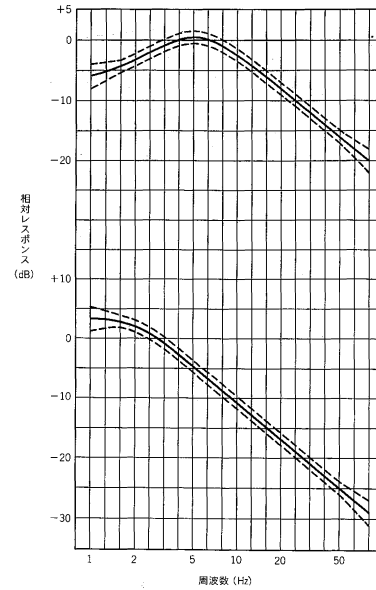

図1. 振動レベル計の鉛直特性・水平特性の基準レスポンスおよび許容差 (JIS C 1510-1995)
(2) 振動レベル 公害の立場から振動を計測する振動レベル計の JIS C 1510 では振動加速度レベルに図 1 のような周波数補正を行い、これを振動レベルと呼んでいる。またその測定方法は、JIS Z 8735 に決められている。